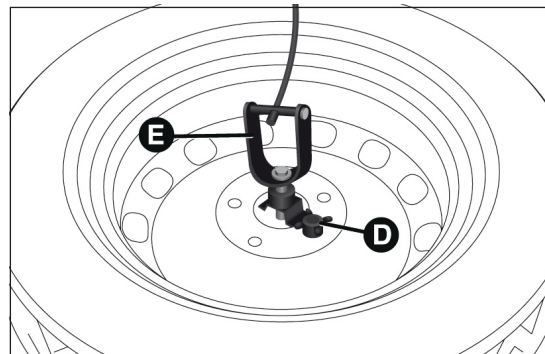

fig. 31
- tourner le dispositif D fig. 31 de sorte à décrocher la roue compacte du support de fixation E ;